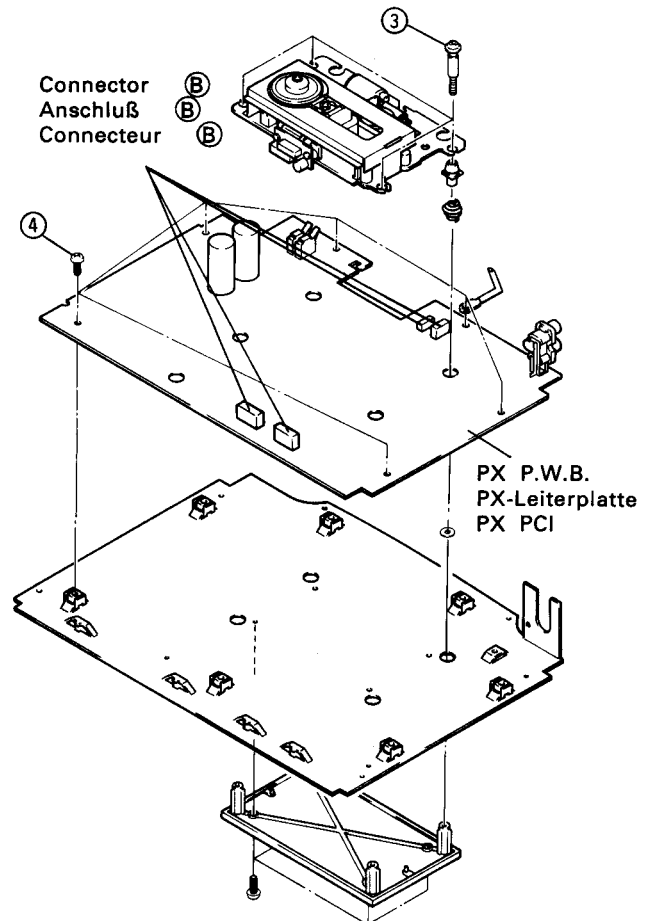

Fig.2
2. Laufwerk entfernen (Abb. 2)
3. PX-Leiterplatte (Abb. 2)
2. Dépose du mécanisme (Fig. 2)
3. Dépose du PX PCI (Fig. 2)